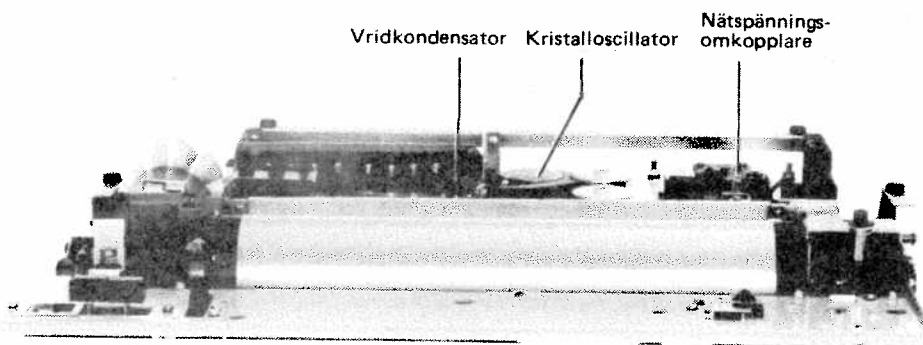

Bild 11
- Ändra försiktigt läget på vridkondensatorn, se bild 11.